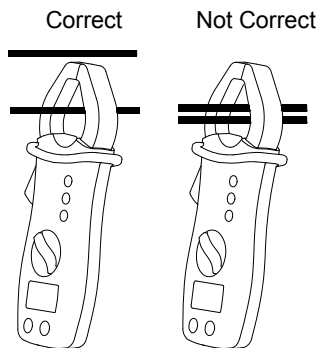

Fig.2.
- Åpne tang og sette testede leder i sentrum av tangkjeft (se fig.2).